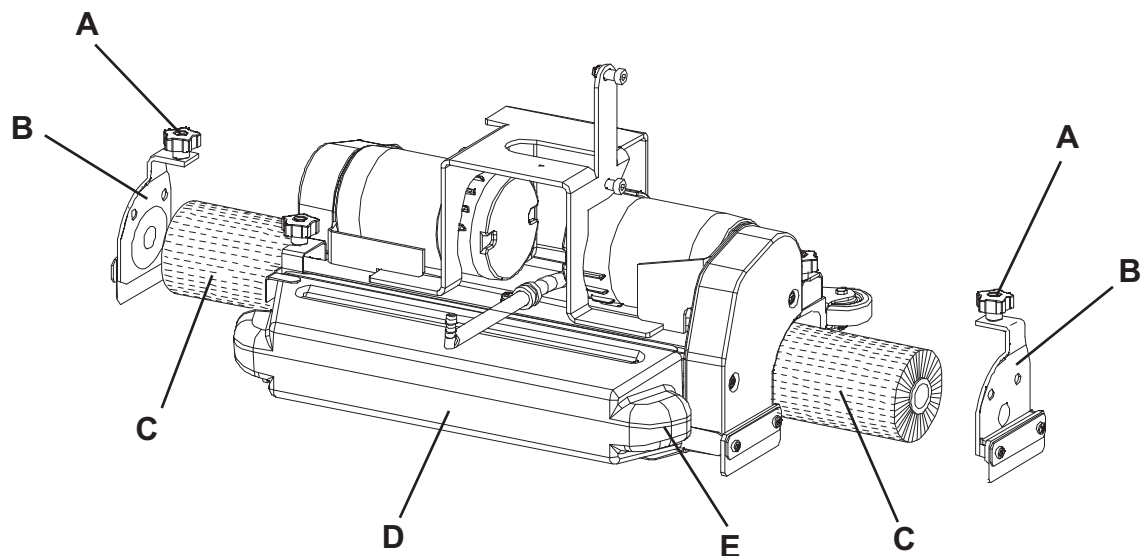

Figure 3
1. Positionner la clé de contact (80) sur "0".
2. Soulever la tête porte-brosses cylindriques en appuyant sur la pédale (11).
3. Déposer les boutons (A, Fig. 3) et les portillons (B) en les poussant vers le bas, en exerçant une pression sur les boutons.
4. Insérer les brosses cylindriques (C).